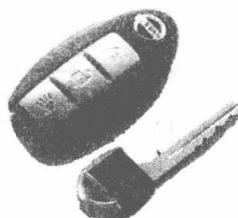

图 0-4 车门的开启工具
- (1) 车门的开闭 车门开启可采用钥匙或遥控器打开, 如图 0-4 所示。